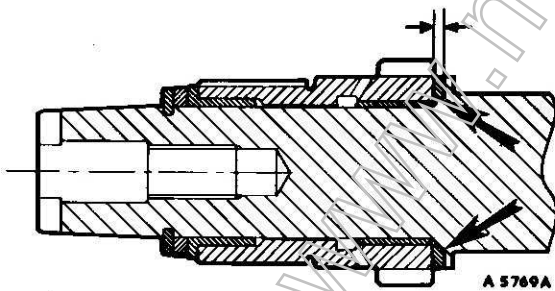

Fig. A.17
- (10) Rimuovere l'ingranaggio primario seguendo le istruzioni date nella Sezione A.18.
- (11) Al rimontare la scatola, controllare il gioco assiale dell'ingranaggio primario (Fig. A.17).
- (12) Regolare detto gioco a mezzo di rosetta reggispinta di spessore appropriato, disposta con il bordo interno smussato verso l'albero a gomiti (Fig. A.17).